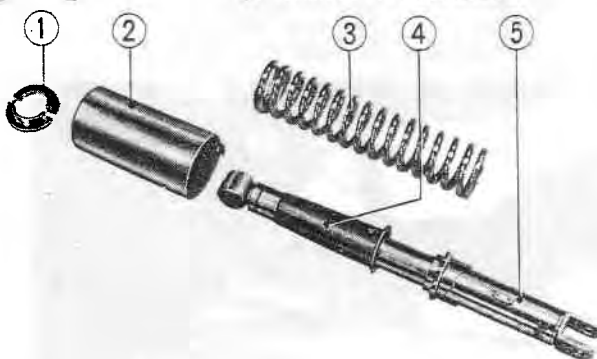

Fig. 12-5 ① Arrêt de cuvette de ressort
1. Remonter la butée inférieure, le ressort et le tube protecteur sur l'amortisseur. Comprimer l'ensemble à l'aide de l'outil spécial de remontage (référence 07035-30001) et freiner avec l'arrêt de cuvette de ressort. (Fig. 12-5)